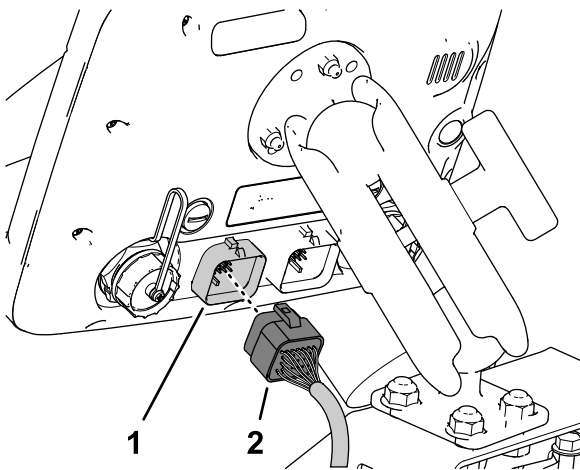

Figura 206
3. Alinee el conector hembra de 26 vías del arnés de datos con el conector de 26 pines del monitor de fumigación e introduzca el conector macho en el conector hembra hasta que el cierre del conector se enganche firmemente (Figura 206).